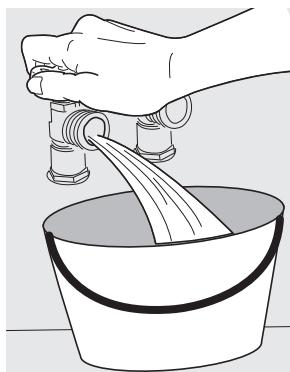

fig. 1
- Deje correr un poco de agua de los grifos fríos y calientes para enjuagar las líneas de agua y eliminar las partículas que podrían obstruir las rejillas de las válvulas de agua y para determinar qué grifos están calientes y cuál es el suministro de agua fría. (fig. 1).